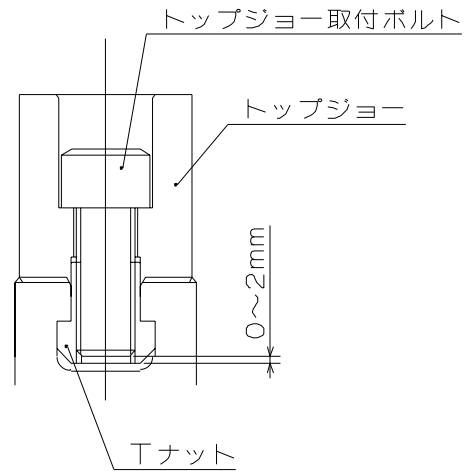

図 12
- ジョー取付ボルトの T ナットに対するねじ込み深さが浅いと、T ナットが破損し、ジョーや工作物が飛散して危険。取付ボルトが長すぎて T ナット底面から突き出ている場合も、トップジョーが固定されないため、ジョーや工作物が飛散して危険。従って、ジョー取付ボルトの全長は T ナットの底面より **0~1mm 程度(NV21~NV40 は 0~2mm 程度)** とすること。(図 12 参照)